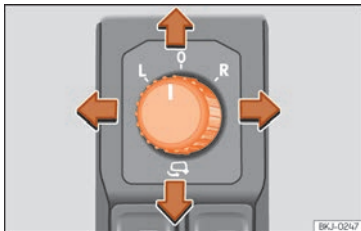

Fig. 149 Mando de los retrovisores exteriores.
1. En primer lugar, gire el mando » **fig. 149** hasta la posición **L (retrovisor izquierdo)**.
- Gire el mando » **fig. 149** hasta la posición  para plegar los retrovisores exteriores. Para evitar daños en el vehículo, debería